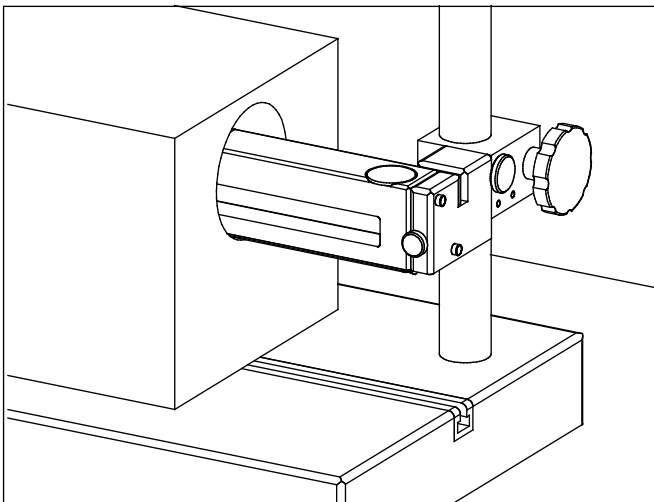

Fig. 7
- En agujeros cilíndricos con un diámetro superior a 68 mm, la MarSurf GD 25 / GD 25 plus puede introducirse por completo (véase fig. 7). En este caso los pies de apoyo deben retirarse y sustituirse por los tornillos.